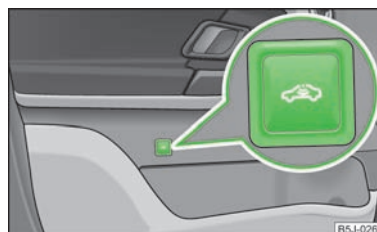

Abb. 15
- Die Taste  » Abb. 15 in der Fahrertür drücken.